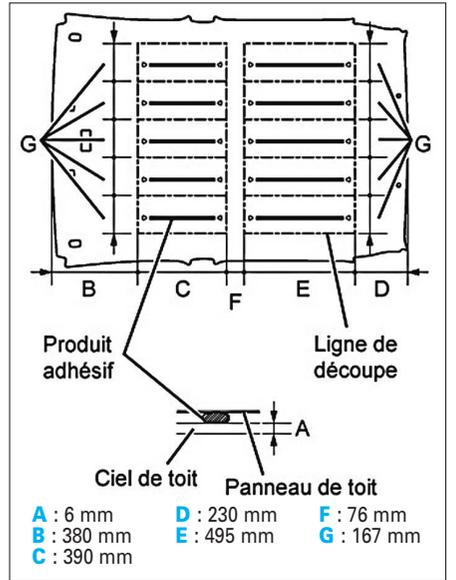

FIG. 126
- Découper la garniture aux endroits indiqués (Fig.126).